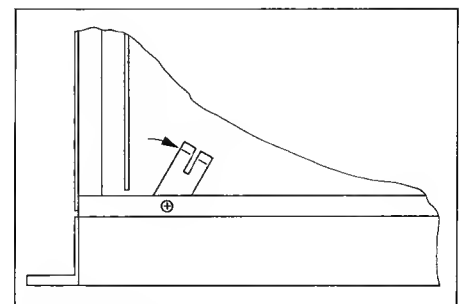

Fig. 4.12
- Linke Spannfeder fuer Gehaeusedeckel mit Kreuzschlitz- Schraubenzieher loesen und etwas nach rechts drehen um Kurzschluss mit den Kontakten von Servo-2 PCB zu verhindern (siehe Fig. 4.12).